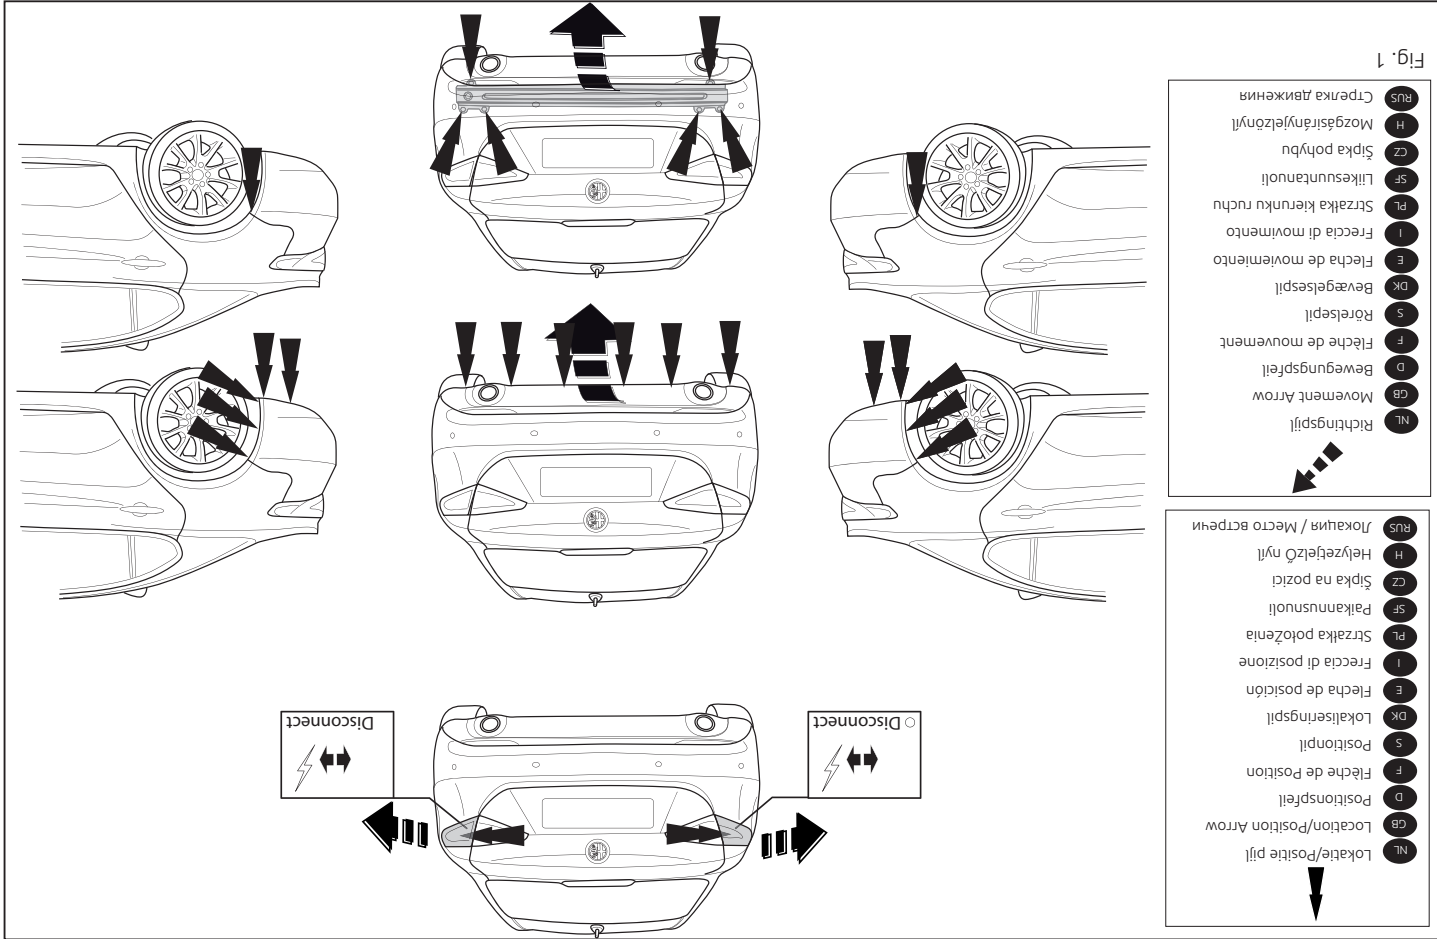

Fig. 1
- 1. Remove the rear-light units. Remove the bumper and the steel buffer beam from the vehicle. The buffer beam will no longer be needed. See figure 1.
1. Die Rücklichter abmontieren. Die Stoßstange einschließlich des stählernen Stoßbalkens vom Fahrzeug abmontieren. Der Stoßbalken wird nicht mehr benötigt. Siehe Abbildung 1.